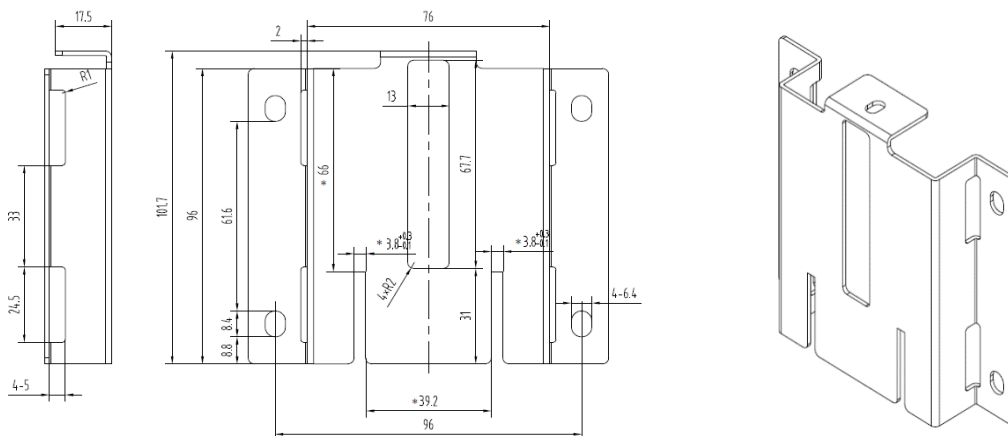

Рисунок 5.6. Металлический держатель для крепления на опоре и настенного монтажа
Для крепления счетчика на опоре или на стене сооружения служит металлический держатель (Рис. 5.6).
1. Вначале при помощи бандажной металлической ленты на опору крепится металлический держатель (Рис. 5.6).